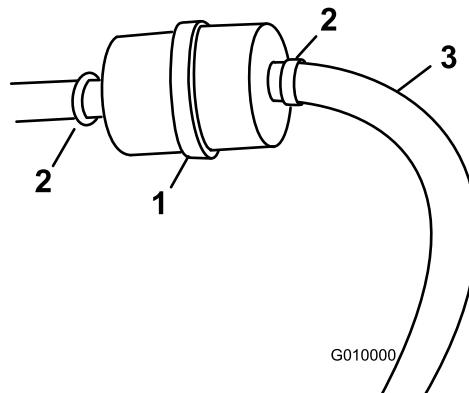

Figure 51
3. Desserrez les colliers de serrage et repoussez-les pour les éloigner du filtre (Figure 51).
| 5. Montez un nouveau filtre sur les flexibles et serrez les colliers (Figure 51). | |
3. Desserrez le collier de serrage au niveau du filtre à carburant et éloignez-le du filtre en le poussant le long de la conduite d'alimentation (Figure 51).
4. Débranchez les conduites d'alimentation du filtre à carburant (Figure 51).
Remarque: Laissez l'essence s'écouler dans un bidon ou un bac de vidange (Figure 51).
6. Rapprochez le collier de serrage du filtre pour fixer la conduite d'alimentation (Figure 51).